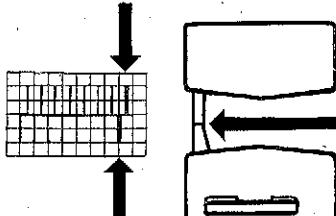

Fig. 59
**Solo del lado donde está el carro, primero a la derecha:** En la delantera y trasera camas saque una aguja a Posición de Trabajo, cierre las lenguetas, corra los resortes de orilla, Fig. 59.